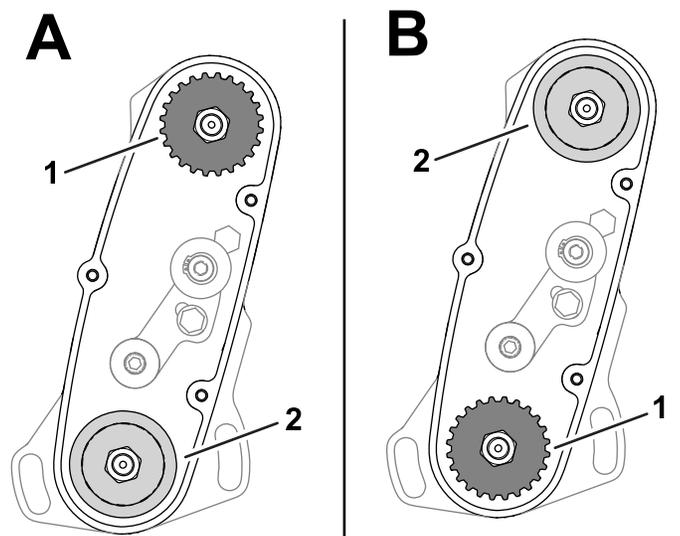

Bild 14
- **OBERE POSITION:** "A" in Bild 14
- **UNTERE POSITION:** "B" in Bild 14